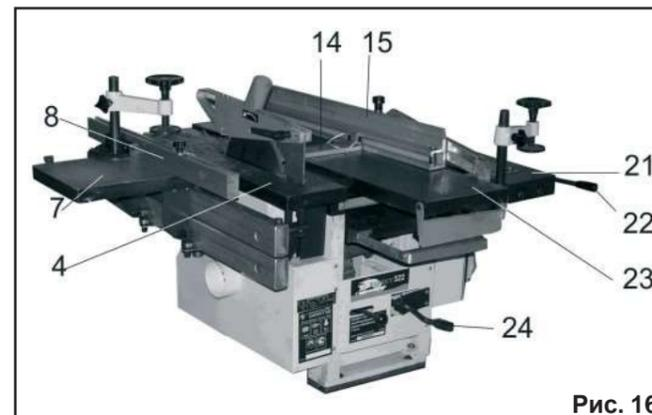

Рис. 16
9.6. Регулировка направляющей планки (Рис. 16, 22)
ных работ (Рис. 16, 17)
9.2. Установки и настройки перед началом пильных работ (Рис. 16, 17, 18)
- болтом фиксации (64) зафиксировать выбранный угол наклона направляющей планки (15) относительно пильного рабочего стола (4) (см. п. 9.6.);
- при торцевом пилении установить направляющую скоса (8) на предполагаемый угол пиления.
9.3. Установки и настройки перед началом строгальных работ (Рис. 16, 17, 18)